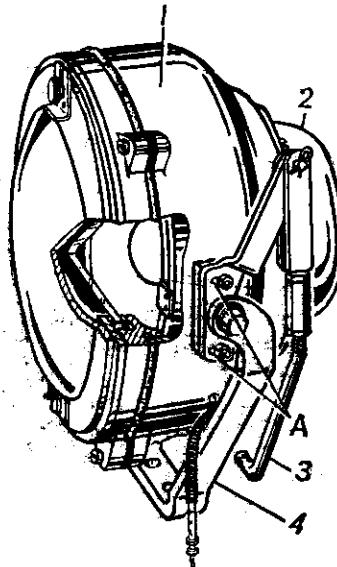

Рис. 105. Осветитель
- осветителя (рис. 105);
- визируя центром сетки, находящейся в поле зрения прибора наблюдения, на предмет, добейтесь совмещения центра светового пятна осветителя с этим же местом предмета. Изменение наклона осветителя в вертикальной плоскости достигается изменением длины тяги 4 путем поворачивания ее муфты. Изменение поворота осветителя в горизонтальной плоскости производится за счет продольных прорезей А (см. рис. 105) в цапфах, для чего предварительно ослабьте гайки, крепящие цапфы к корпусу осветителя;